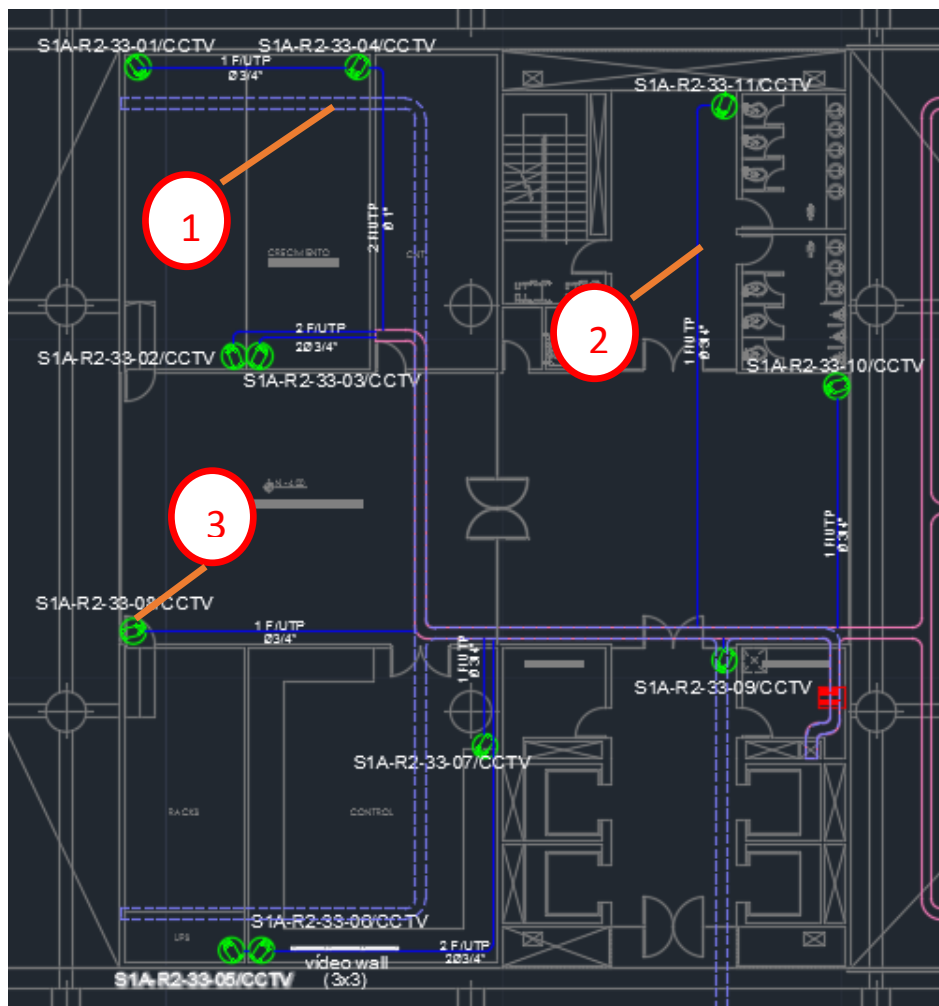

FIGURA 12. VISUALIZACIÓN DEL DISEÑO EN AUTOCAD, BLOQUE 2 SUB 1.
Frente al gran crecimiento de datos de información surgen varias alternativas de almacenamiento. Se presenta dos opciones: NAS (Network Attached Storage) y SAN (Storage Area Network), como se aprecia en la figura 12.
En la etapa de diseño, mediante la herramienta AutoCAD, se dibuja recorridos del cableado estructurado para los diferentes sistemas a implementar, el que se toma en cuenta es el de CCTV. Un ejemplo específico, del proyecto es el bloque 2 y un piso en específico será el Subsuelo 1 (nivel -4). En la figura 12, se pueden observar los recorridos óptimos aprobados por la fiscalización y los revisores de la Plataforma
- **Recorridos efectivos de canaleta electrónica.** En la figura 12 se muestra de color morado los recorridos de la canaleta electrónica en el plano marcado con el número 1. La canaleta se la coloca respetando los estándares de cableado estructurado ANSI (American National Standards Institute), TIA (Telecommunications Industry Association) y EIA-568-B (Electronic Industries Association), referentes de cableado para edificios comerciales.
- **Recorrido y distancia permitida para funcionalidad de una red UTP.** Se observa en la figura 12, en el área marcada con el número 2, se visualiza con color azul, Los recorridos de tubería por donde va el cable UTP para la conexión de los puntos de red que sirven al sistema de cctv. Los recorridos se los ubica
- **Puntos específicos en los que la seguridad de las cámaras sea necesaria y efectiva,** Establecidos por medio del software VIVOTEK, tomando en cuenta parámetros como detección, observación, reconocimiento e identificación. Estos parámetros son ingresados en el software de manera manual. La ubicación de las cámaras, se muestran en la figura 12, en el plano con el número 3, y de color verde.